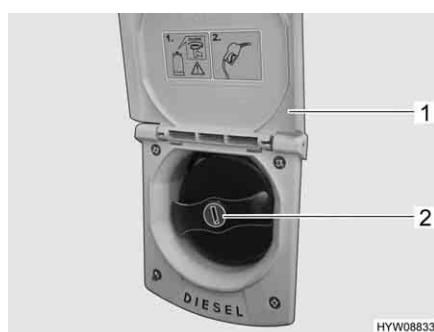

Fig. 47 Bocchettone di riempimento per il rifornimento di carburante
- Alzare lo sportello (Fig. 47,1) verso l'alto.
- Inserire la chiave nel cilindro della serratura (Fig. 47,2) e ruotare in senso antiorario.